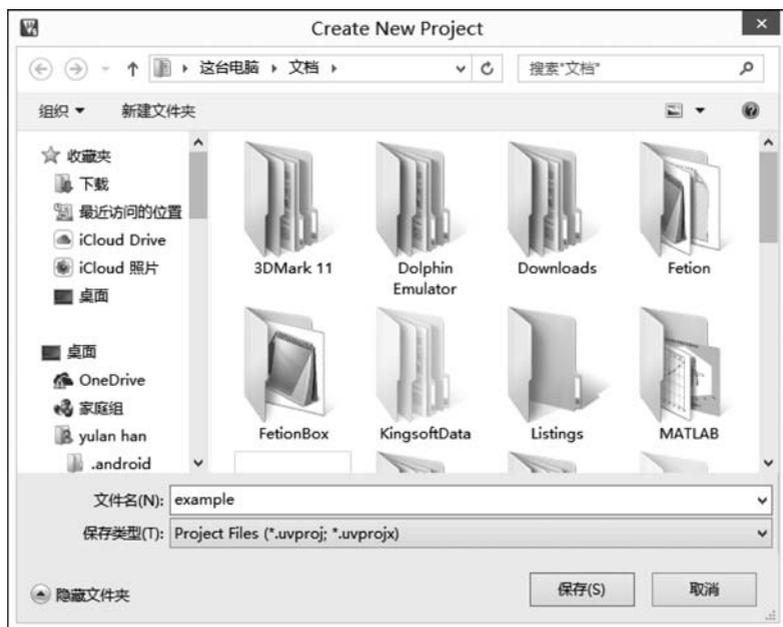

图 5-3 Create New Project 对话框
(1) 在编辑模式下,选择 Project 菜单下的 New μ Vision Project 命令,弹出如图 5-3 所示的 Create New Project 对话框。